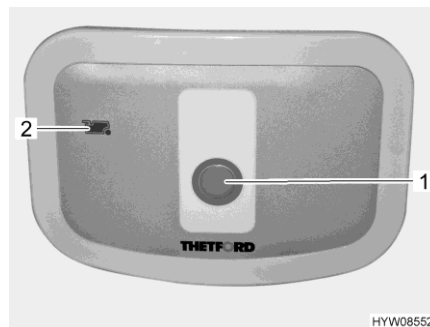

Fig. 192 Bouton pour la chasse d'eau/voyant de contrôle (toilettes Thetford)
- Pour actionner la chasse d'eau, appuyer sur le bouton bleu (Fig. 192,1).
Le voyant de contrôle (Fig. 192,2) s'allume lorsque le réservoir pour matières fécales doit être vidé.